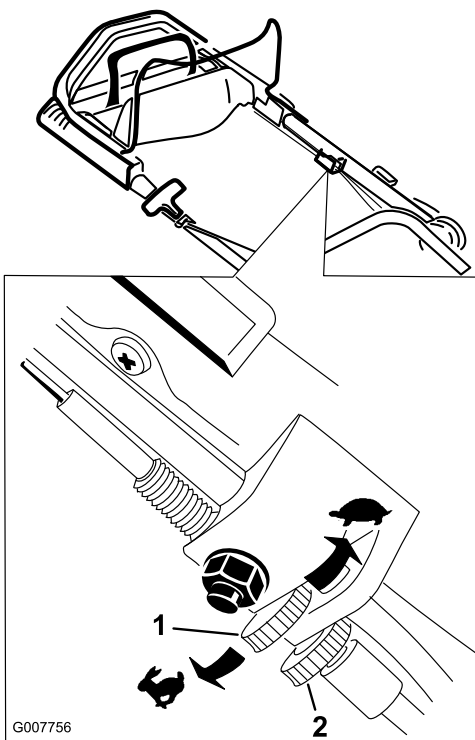

Figura 29
1. Afloje la contratuerca a mano (Figura 29).